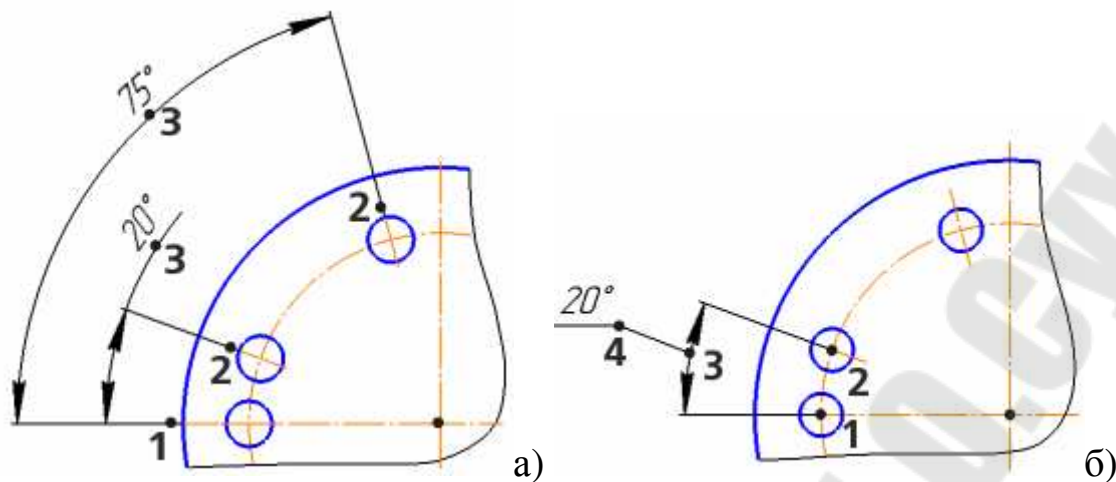

Рисунок 2.7 - Угловые размеры: а) с ручным размещением размерной надписи; стороны угла заданы отрезками; б) на полке; стороны угла заданы точками.
- Если выбрано автоматическое, фиксированное или ручное размещение размерной надписи, то указанная точка также определяет ее положение (рис. 2.7 а). После указания этой точки создание размера автоматически завершается.
- Если выбрано размещение размерной надписи на полке, то указанная точка определяет положение размерной линии и начало линии-выноски. В этом случае необходимо указать еще одну точку — точку начала полки (рис. 2.7 б). После указания этой точки создание размера автоматически завершается.